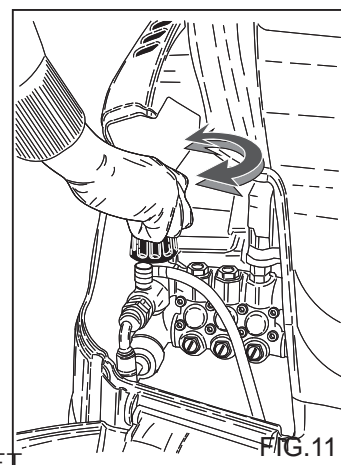

FIG. 11
Det här kapitlet innehåller bara de modeller som är försedda med tryckregulator. Med tryckregulatorn fig. 11, kan operatören ställa in arbetstrycket. Drifttryck minskar då ratten C vrids motsols mot (B) (minimum).